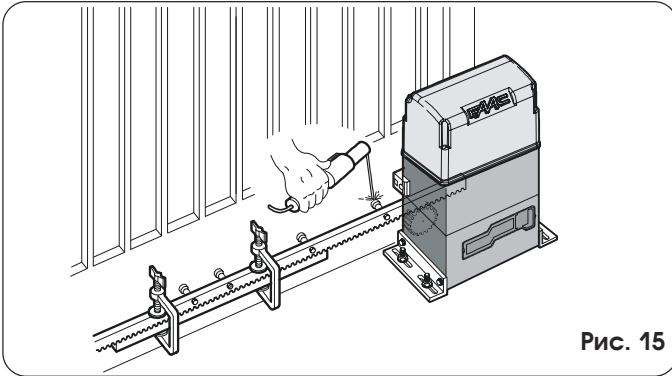

Рис. 15
- 5) Используя часть рейки, совместите очередной реечный элемент с предыдущим, как показано на рис. 15, обеспечив вхождение зубцов в зацепление.
- 5) Совместите очередной реечный элемент с предыдущим, как показано на рис. 15.